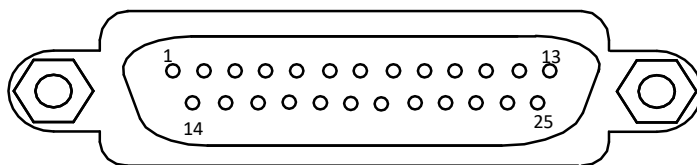

图3-10 25-pin 公头连接器
- 常用的 25-pin 公头 232 串口连接器串口头定义如图 3-10、表 3-4 所示。